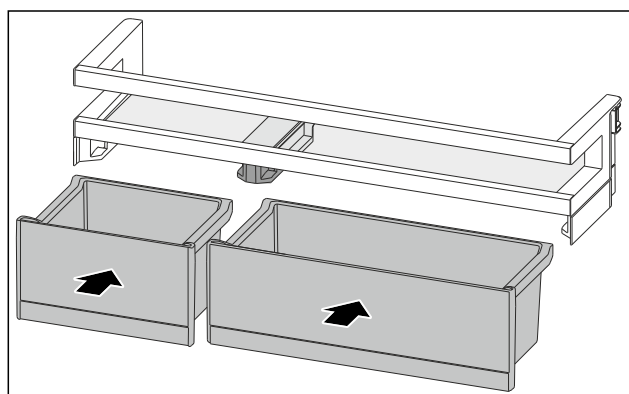

Fig. 83
- ▶ Helyezze be a VarioBoxokat a megcserélt sorrendben. (lásd Fig. 83)